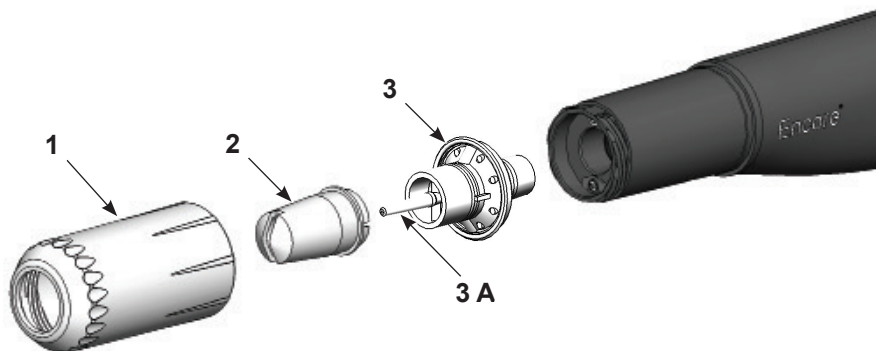

Figure 4-1 Dépose et installation de la buse à jet plat
1. Voir la Figure 4-1. Dévisser l'écrou de la buse (1) dans le sens inverse des aiguilles d'une montre.